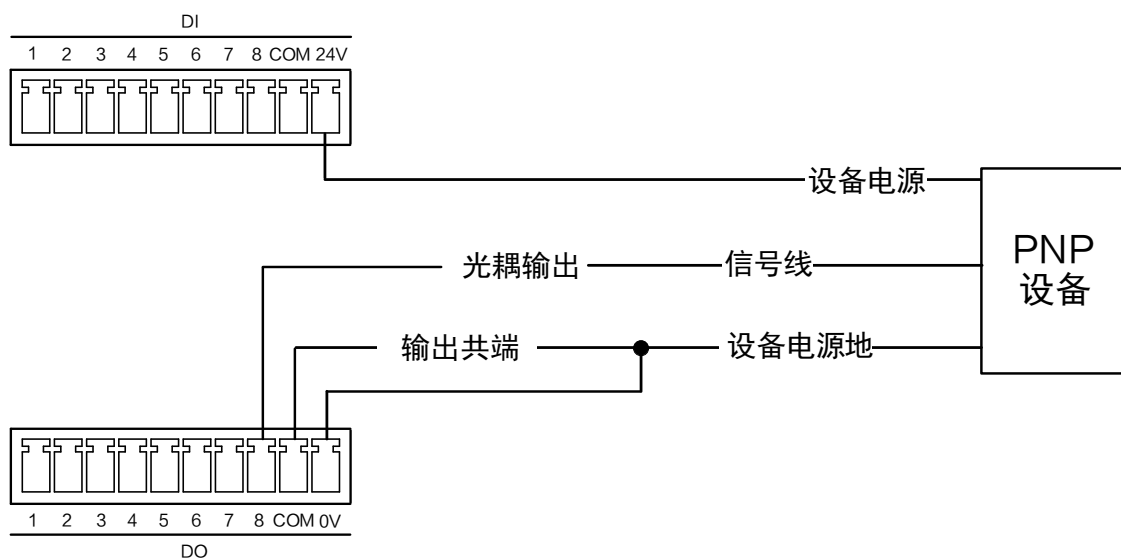

图4-7 输出信号接 PNP 设备（方式 2）
- 外部设备可通过视觉控制器的 PWR、GND 接口进行供电，供电电压为 24V，最大输出电流为 150mA，接线图请参见图 4-7 所示。